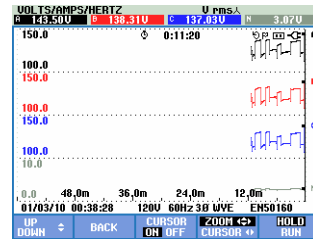

Рис. 22-6 Отображение трендов, курсор и масштабирование включены
- Нажмите F4, чтобы назначить клавиши с изображением стрелок для управления Масштабированием. Теперь можно использовать клавиши со стрелками влево/вправо для растягивания и сжатия трендов горизонтально, как показано на рис. 22.6. Клавиши со стрелками вверх/вниз служат для изменения масштаба в вертикальном направлении. Если Курсор включен, горизонтальное Масштабирование действует симметрично вдоль вокруг Курсора; а если выключен - то работает горизонтальное Масштабирование, начиная с правой стороны экрана.